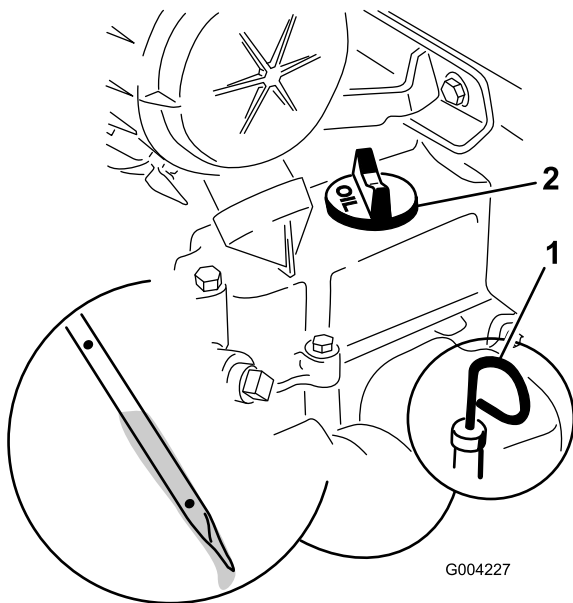

Figure 12
4. Nettoyez la surface autour de la jauge d'huile (Figure 12).
5. Sortez la jauge d'huile et essuyez soigneusement l'extrémité métallique (Figure 12).
6. Enfoncez la jauge complètement dans le tube (Figure 12).
8. Si le niveau est bas (sous le trou inférieur), nettoyez la surface autour du bouchon de remplissage et enlevez le bouchon (Figure 12).